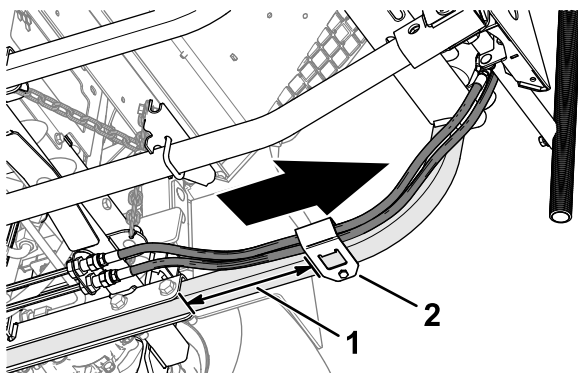

図 17
- シリンダとホースを昇降フレームの裏側に通す 図 17。
- 図 17のように、後チューブチャンネル材から出ているホースの 9 cm の所にホースガードを取り付ける。